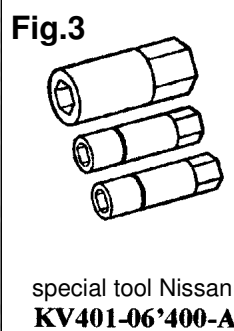

Fig.3
1. T.b.v. de- en montage van de schokbrekers dient men de speciale gereedschapset KV401-06'400-A te gebruiken. (zie fig. 3)